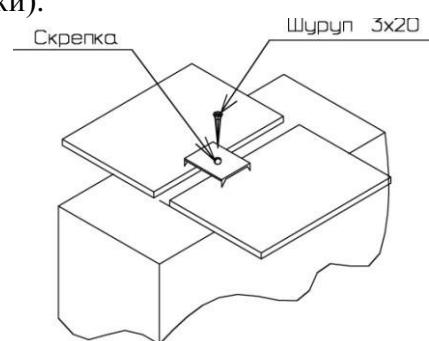
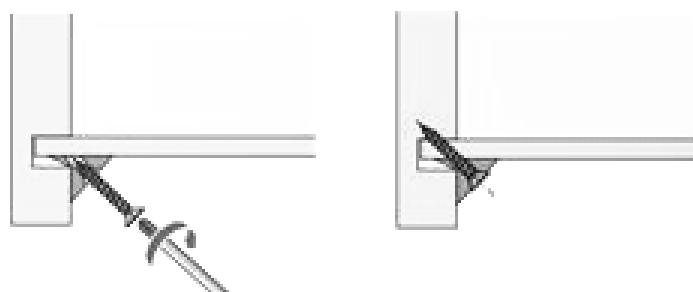

Рис. 2
Рис. 3
1. Установить между перегородками (5), (14) горизонтальные щиты (7), (15) и панель заднюю (05) так, чтобы дюбели и шканты вошли в предназначенные для них отверстия. Присоединить планку верхнюю переднюю (16) и заднюю (17) к перегородкам (5), (14) с помощью конфирмат-винтов. К получившейся конструкции с правой и левой стороны присоединить боковые стенки (3) и (12) с помощью эксцентриковых стяжек. К боковым стенкам (3), (12) и перегородкам (5), (14) присоединить нижний щит (10) с помощью эксцентриковых стяжек и конфирмат-винтов. Установить задние стенки так, чтобы они вошли в пазы боковых стенок и нижнего щита. Присоединить верхний щит (11) таким образом, чтобы дюбели и шканты вошли в отверстия боковых стенок (3), (12), задние стенки при этом должны войти в паз верхнего щита. Затянуть эксцентрики, повернув их на 180 градусов (см. схему сборки).
2. Собранный корпус проверить на прямоугольность, сравнивая диагонали (их длины должны быть равны). Закрепить задние стенки в местах стыков на перегородке и горизонтальных щитах с помощью шурупов 3x20мм и скрепок (рис.2 и рис.6). Установить мебельные уголки, закрепив их комплектными шурупами (рис.3 и рис.6). К панели задней (05) задние стенки закрепить саморезами 3,5x16.
3. Закрепить планку верхнюю переднюю (16) к верхнему щиту (11) саморезами 3,5x25мм.